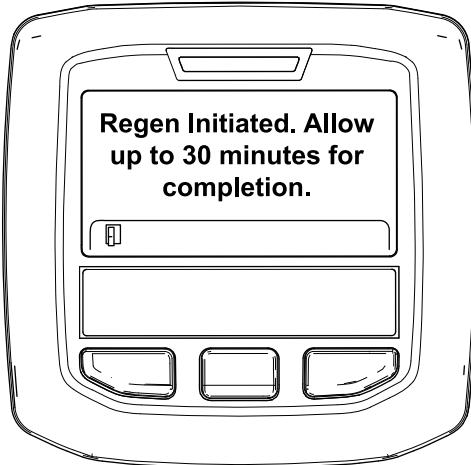

Figure 54
- Si la régénération est autorisée, le message « Regen Initiated. Allow up to 30 minutes for completion » (régén. lancée. Durée max 30 minutes) s'affiche dans l'InfoCenter. Attendez que la machine termine le processus de régénération en stationnement (Figure 54).